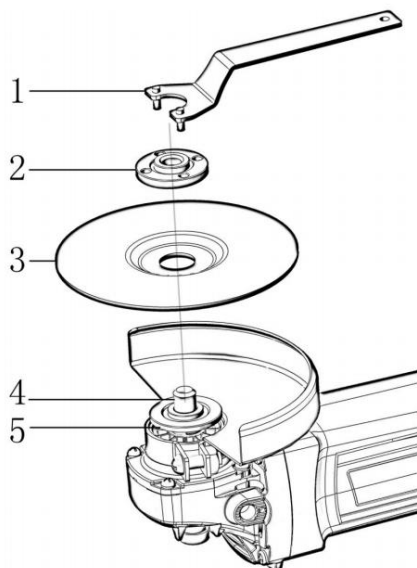

Fig 3
1. Monteer de binnenflens op de spindel, monteer de wiel/schijf op de binnenflens en schroef de buitenflens vast flens op de spindel (Fig3)